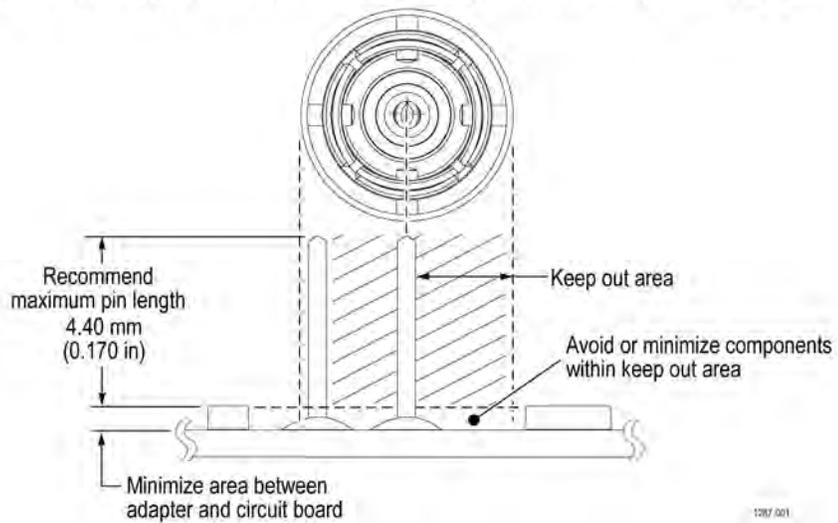

图 33: 适配器间隙要求
焊接针可安装到电路板的表面安装组件，但应保留足够的间隙，以便为适配器提供良好的电气连接。（见图33第38页）
3. 如有必要，请使用少量的粘合剂进一步增强与电路板的连接。但是，请保持最低的粘合剂高度，以便为适配器提供良好的电气接触。（见图33）